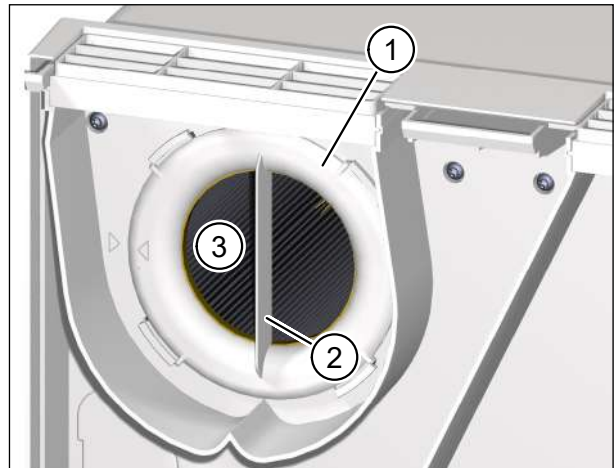

Abb. 21: Abluftfilter entfernen
- ▶ Drehen Sie den Filterring (Pos. 1 in Abb. 21) an der Griffleiste (Pos. 2 in Abb. 21) gegen den Uhrzeigersinn, bis sich der Filterring aus den Halterungen gelöst hat.
- ▶ Ziehen Sie den Filterring zusammen mit dem Abluftfilter (Pos. 3 in Abb. 21) aus dem Lüftungsgerät heraus.